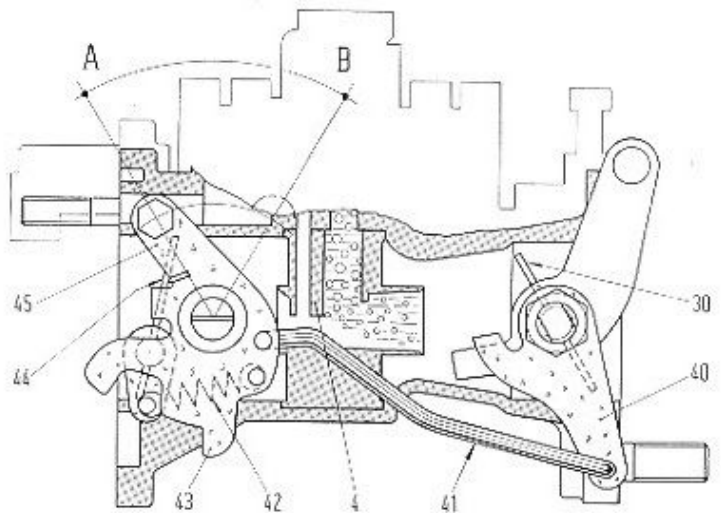

Abb. 51 - Schnitt zur Veranschaulichung der STARTEINRICHTUNG.
**STARTEINRICHTUNG (Abb. 51)**